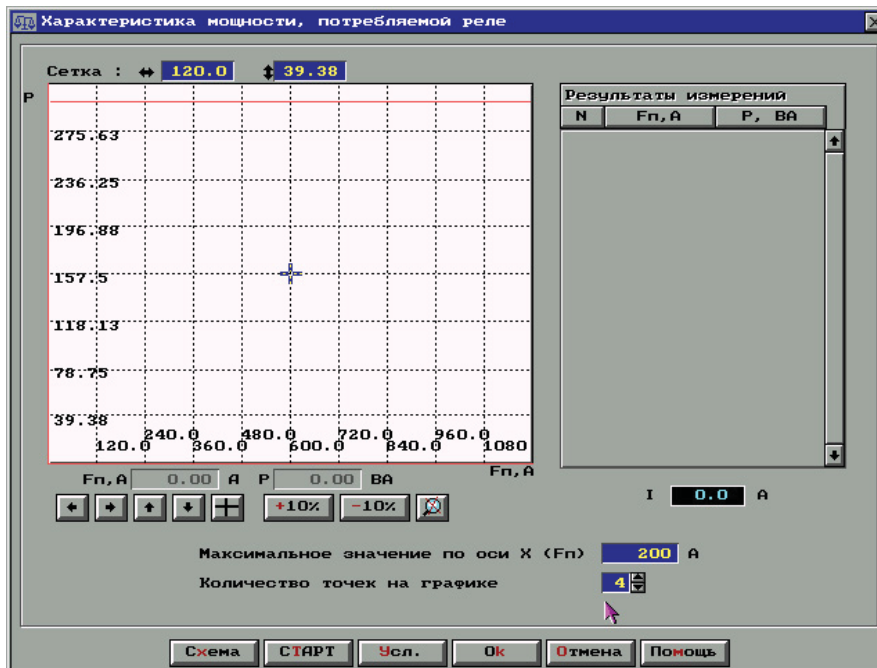
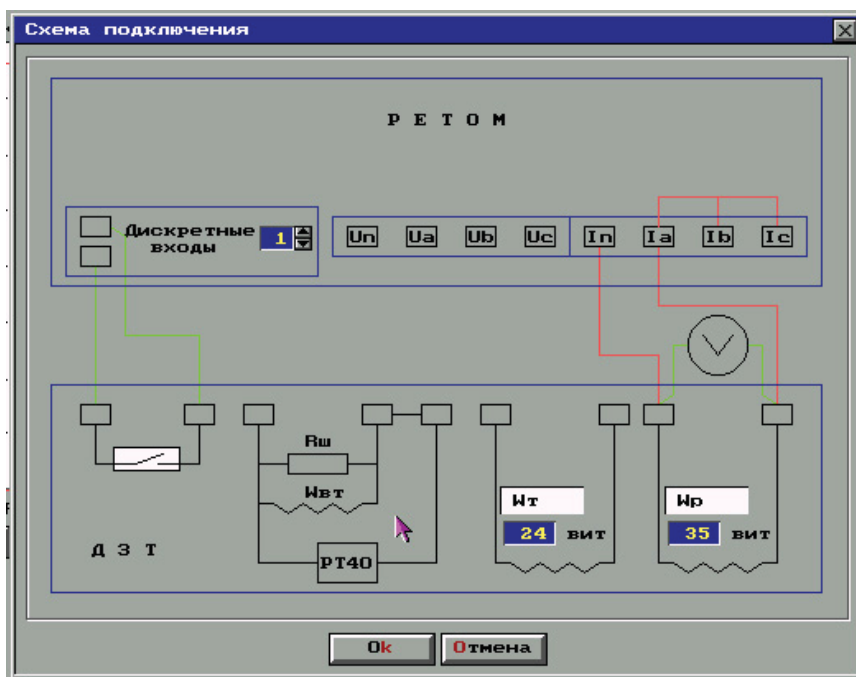

Рис. 12.21. Окно *Характеристика мощности потребляемой реле*
Рис. 12.22. Схема подключения реле ДЗТ-10
**Проверка мощности потребляемой реле.** В панели управления нажмите кнопку *Проверка мощности, потребляемой реле*. Программа выведет на экран рабочее окно (рис. 12.21). В рабочем окне нажмите кнопку *Схема* и подключите реле по схеме (рис. 12.22).